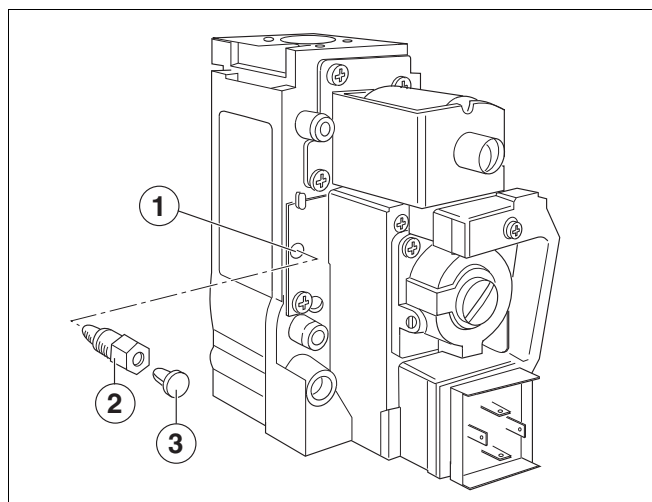

Fig. 1 Apparecchiatura Honeywell VR 4601 C/CB
- Rimuovere il cappuccio di protezione dall'apertura del carico d'avviamento della nuova valvola e avvitare uno degli adattatori di carico d'avviamento in dotazione (fig. 1):
- Per motivi di sicurezza l'adattatore del carico d'avviamento deve essere dotato di un cappuccio di protezione. Innestare eventualmente il cappuccio di protezione dell'apertura del carico d'avviamento sull'adattatore (fig. 1).